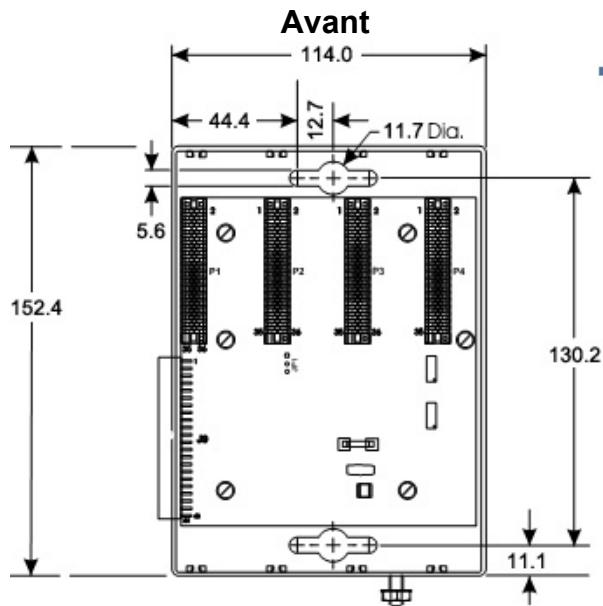

Figure 3. Dimensions du boîtier d'extension à 4 emplacements ControlWave Micro (en millimètres)
- **Boîtier d'extension.** Positionnez le boîtier d'extension à la droite du boîtier de base et repérez l'emplacement des orifices de fixation en utilisant le boîtier d'extension comme modèle (voir *Figure 3* pour les dimensions).